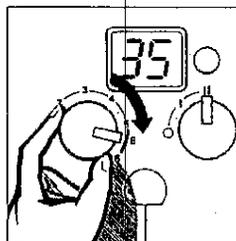

Fig. 17
- c) Para el servicio de calefacción con el selector de temperatura del agua de ida (fig. 17) se ajustarán temperaturas entre 45 °C y 90 °C.